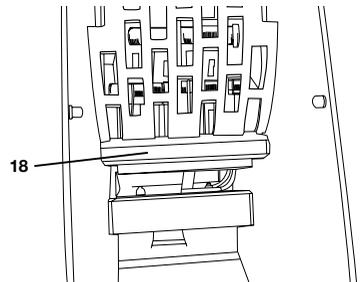

Bild 14
Wenn der Verstellhebel nach oben zeigt, muss der Auswurf (18) geschlossen sein. Beim Herunterschwenken des Verstellhebels wird der Auswurf (18) geöffnet (siehe „Bild 14“).